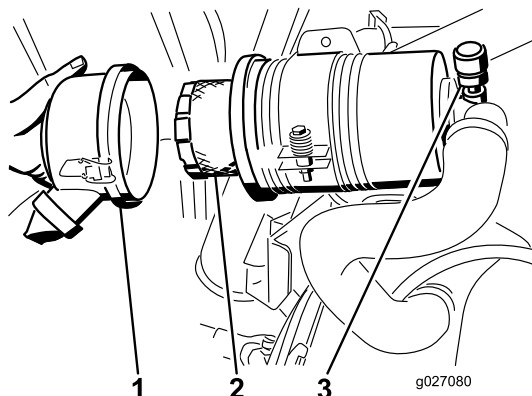

Figura 56
4. Togliete il filtro e sostituitelo (Figura 56).